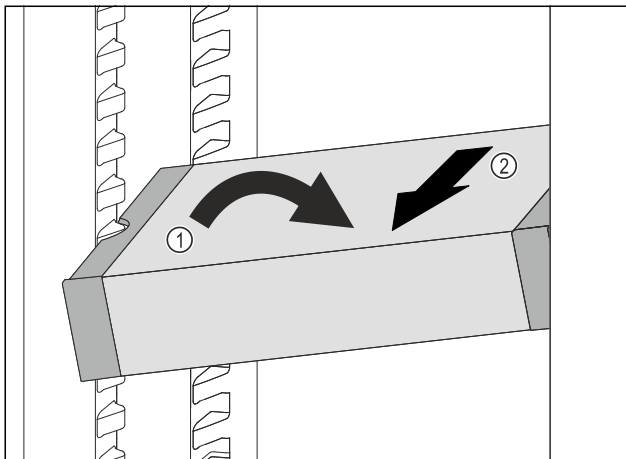

Fig. 41
- Impostare il vano frigorifero di VarioSafe ad angolo. Fig. 41 (1)
- Rimuovere VarioSafe tirando in avanti. Fig. 41 (2)